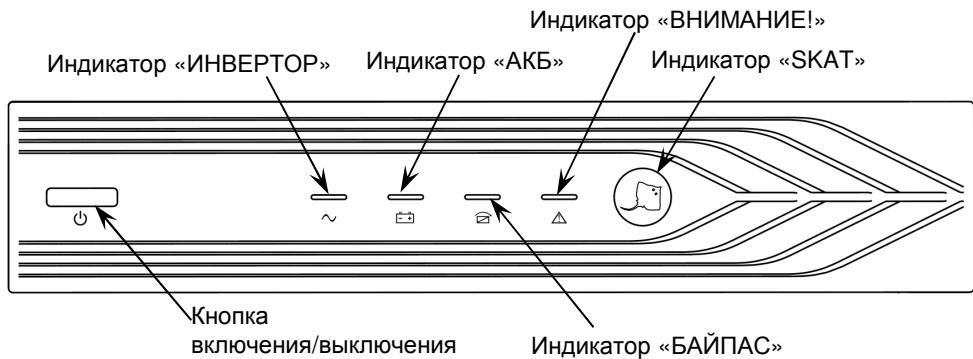

Рисунок 1 — Общий вид передней панели изделия
**Изделие выполнено** в металлическом корпусе с перфорированной пластиковой передней панелью, на которой расположены кнопка включения/выключения и светодиодные индикаторы (рисунок 1).